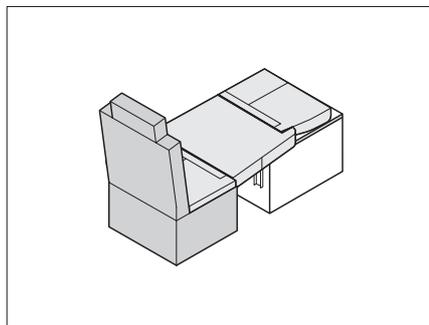

Fig. 217 Posizionamento dei cuscini
- Sistemare il cuscino del sedile e il cuscino aggiuntivo sul tavolo abbassato come illustrato in Fig. 217.